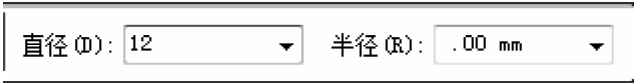

图 6-160 填入直径尺寸
(26) 单击【主页】选项卡【绘图】区域下的 【圆】按钮下的【中心和点画圆】，在弹出的菜单栏中的直径(D): 【直径】中填入值 12mm，如图 6-160 所示。